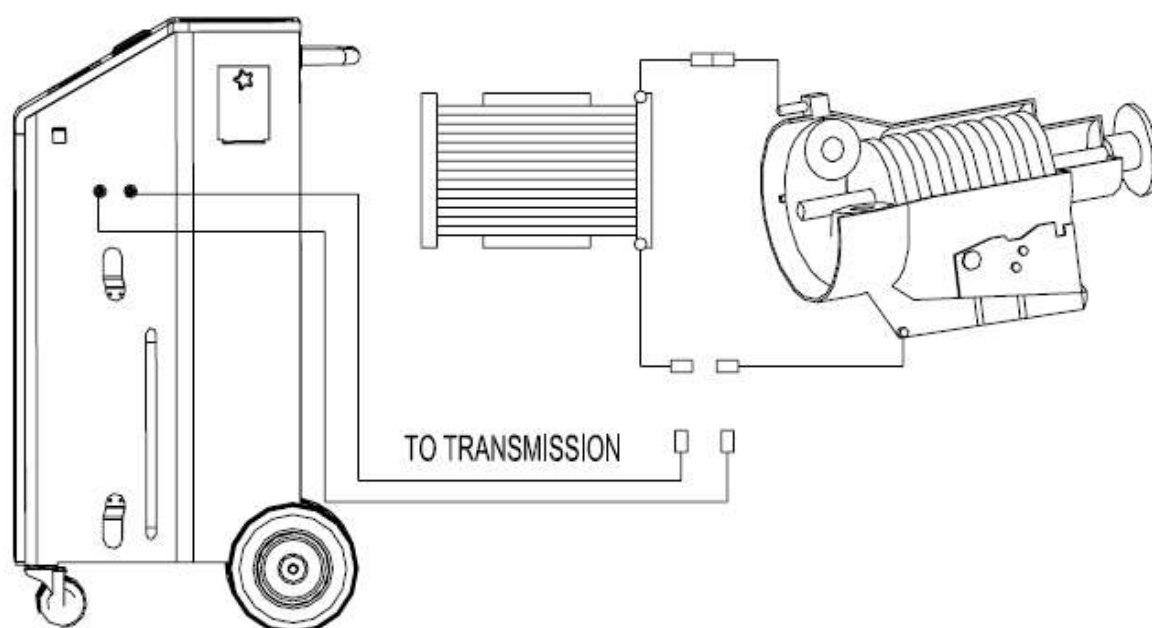

Рис.7
- 2) Соедините установку CAT401 с коробкой передач через адаптеры как показано на рисунке Рис. 7.